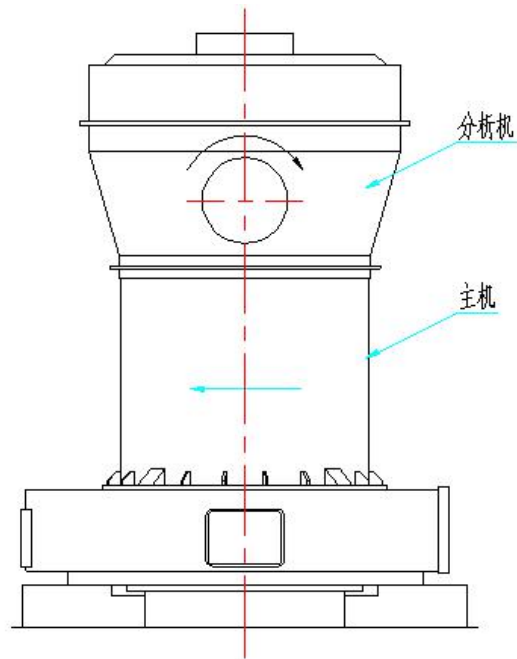

图 8 主机和分析机的转向图
- (1) 主机和分析机的转向应按图 8 所示方向进行；
- (2) 主机空负荷运转按转向要求时间应不少于 1 小时；
- (3) 主机空负荷运转应将磨辊装置用钢丝绳扎紧，避免磨辊与磨环接触打击，如无条件，亦可将磨辊装置拆卸；
- (4) 主机空运转应平稳，润滑油最高温度不得超过 80℃，温升不超过 40℃；
- (5) 分析机大小锥齿轮运转应平稳，无不正常噪音，并保证油路畅通；
- (6) 鼓风机应观察转动方向，不应有不正常噪音和振动，滚动轴承最高温度不超过 70℃，温升不超过 35℃。